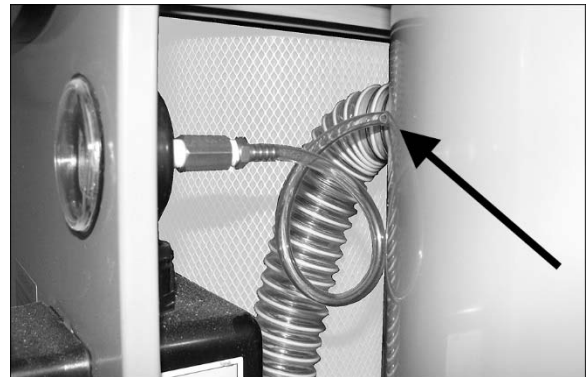

Figura 13
23. Deslice el extremo libre del tubo del manómetro en la caja. Vea la Figura 13.